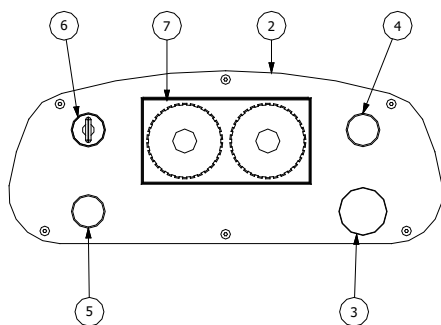

Fig.4: Panneau de commande Europe
b) Branchez l'appareil sur la prise de courant, tournez le bouton Pos. 3 sur ON et vérifiez que l'indicateur Pos. 4, figures 4/5 est activée.
d) Appuyez sur le bouton Démarrer Pos. 5 Fig. 4/5
- b) Si la minuterie Pos.7 Figures 4/5 a été exclue, en faisant tourner le sélecteur Pos. 6 sur « OFF », dans ce cas seul la première vitesse est disponible.
La machine fonctionne en mode automatique lorsque le sélecteur Pos. 6 Figures 4/5, est mis sur « ON » et ont détermine les temps de la première et de la deuxième vitesse avec les boutons gauche et droit correspondants de la minuterie pos. 7.
L'arrêt de la machine s'effectue en appuyant partiellement sur le bouton STOP/Urgence Pos. 3 fig.4.
Il est défini arrêt de sécurité, l'arrêt de la machine via le bouton Stop / d'urgence Pos.3 Figures 4/5 Enfoncé complètement ou partiellement pour le modèle Brésil et enfoncé complètement, avec la nécessité de réarmement, pour le modèle Europe ou l'arrêt causé en soulevant la grille de la figure 3 de Pos.4, dans le modèle Brésil.
La machine se comporte de la même manière, en phase d'arrêt et de reprise du traitement, dans le cas d'un arrêt normal. la machine est arrêtée en soulevant la grille de la cuve Pos.4 Fig.3 ou en appuyant en partie sur le bouton Stop / d'urgence, champignon rouge Pos.3 Figures 4/5.
La reprise du travail, dans ce cas, passe par le réarmement du bouton-poussoir Stop / d'urgence Pos.3 champignon fig.4 et en appuyant sur Démarrer, Pos. 5 Figure 4. Alors à la reprise, les minuteries seront réinitialisées.
La machine se comporte de la même manière, en phase d'arrêt et de reprise du traitement, dans le cas d'un arrêt normal. La machine est arrêtée en soulevant la grille de la cuve Pos.4 Fig.3 ou en appuyant en partie sur le bouton Stop / d'urgence, champignon rouge Pos.3 Figures 4/5.
Comme mentionné dans les paragraphes précédents le mode manuel prévoit l'exclusion de la temporisation de la minuterie, la commande manuelle de la durée de traitement, en passant manuellement les 1er et 2 vitesses ou l'exclusion de la minuterie directement par l'intermédiaire du sélecteur pos.6 Figures 4/5, en vérifiant toujours manuellement le temps de travail, qui a lieu, dans ce cas, seulement en 1ère vitesse.
Le mode manuel, comme décrit au paragraphe 4.5, permet l'utilisation de la 1ère et 2ème vitesse en agissant manuellement sur la minuterie ou l'exclure par le sélecteur pos.6 figures 4/5 et en travaillant la pâte seulement en 1ère vitesse. L'arrêt de la machine, lorsque le travail est terminé, est effectué manuellement dans les deux cas. L'exclusion de la minuterie par l'intermédiaire du sélecteur Pos. 6, avec la possibilité d'utiliser uniquement la 1ère vitesse, est l'utilisation normale en cas de panne de la minuterie Pos. 7 Fig. 4/5. Si durant le travail, il est nécessaire d'ajouter de l'eau, elle peut être ajoutée sans ouvrir la protection cuve, versant à travers la grille.
- Le bouton Stop / urgence Pos.3 champignon rouge Figures 4/5, est conçu pour désactiver toutes les fonctions de la machine, par l'interruption de l'alimentation électrique aux composants de la machine. En mode automatique les minuteries sont remise à zéro. En raison de l'inertie des pièces mécaniques en mouvement la machine ne s'arrêtera pas instantanément. Pour redémarrer la machine, le bouton doit être tourné dans le sens horaire jusqu'à ce qu'il se déverrouille. Cette fonction est vérifiée si le bouton Stop / d'urgence se comporte comme décrit.